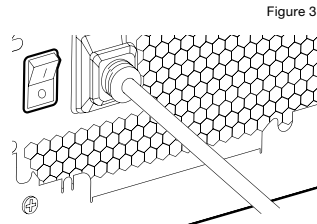

Figure 3
4. Mettez sous tension en basculant l'interrupteur sur ON sur le bloc d'alimentation. Le moteur de la pompe va être amorcé avec du liquide refroidissant du réservoir, qui va commencer à circuler dans le circuit. Éteignez l'alimentation avant que le réservoir soit vidé. Ne laissez pas la pompe s'assécher ou sans liquide dans le réservoir car cela endommagerait la pompe (Figure 3)!